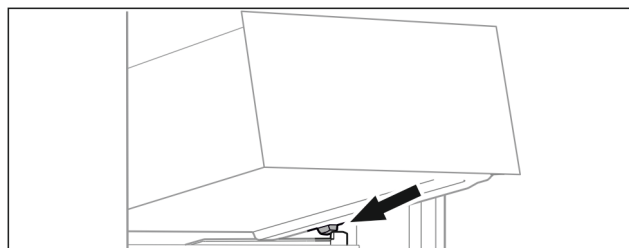

Fig. 19
- ▶ Nasadte zásuvku šikmo za zarážky na žebrování na nádoby. (viz Fig. 19)